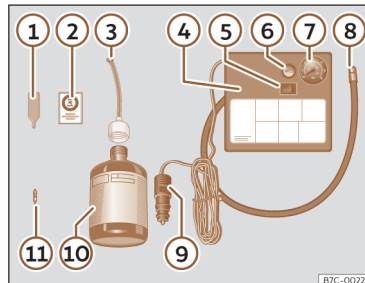

Fig. 247 Representação standard: conteúdo do kit antifuros.
O kit antifuros está localizado na bagageira, por baixo do revestimento do piso. Inclui os seguintes componentes >>> **Fig. 247:**
- Desenrosque a proteção e o obus da válvula do pneu. Utilize o aparelho >>> Fig. 247 ① para retirar o obus. Coloque-o numa superfície limpa.
- Agite com força a garrafa de vedante de pneus >>> Fig. 247 ⑩.
- Enrosque o tubo de enchimento >>> Fig. 247 ③ na garrafa de vedante. O selo da garrafa partir-se-á automaticamente.
- Remova o tampão do tubo de enchimento >>> Fig. 247 ③ e enrosque a extremidade aberta do tubo na válvula do pneu.
- Volte a colocar o obus com o aparelho >>> Fig. 247 ① na válvula do pneu.
- Enrosque o tubo de enchimento do pneu do compressor >>> Fig. 247 ⑧ na válvula do pneu.
- Verifique se o parafuso de evacuação de ar está fechado >>> Fig. 247 ⑥.
- Ligue o conector >>> Fig. 247 ⑨ a uma tomada de corrente de 12 volts do veículo >>> Página 247.
- Ligue o compressor de ar com o interruptor ON/OFF >>> Fig. 247 ⑤.
- Cole o autocolante >>> Fig. 247 ② no painel de instrumentos, dentro do campo visual do condutor.
>>> Fig. 247 ⑧ e verifique a pressão no manómetro ⑦.